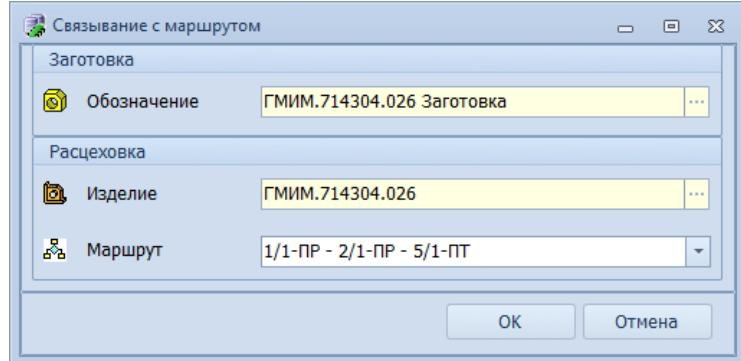

Рисунок 105. Пример ввода параметров
14.3.1. В поле «Маршрут» указать соответствующий маршрут (рис. 105).